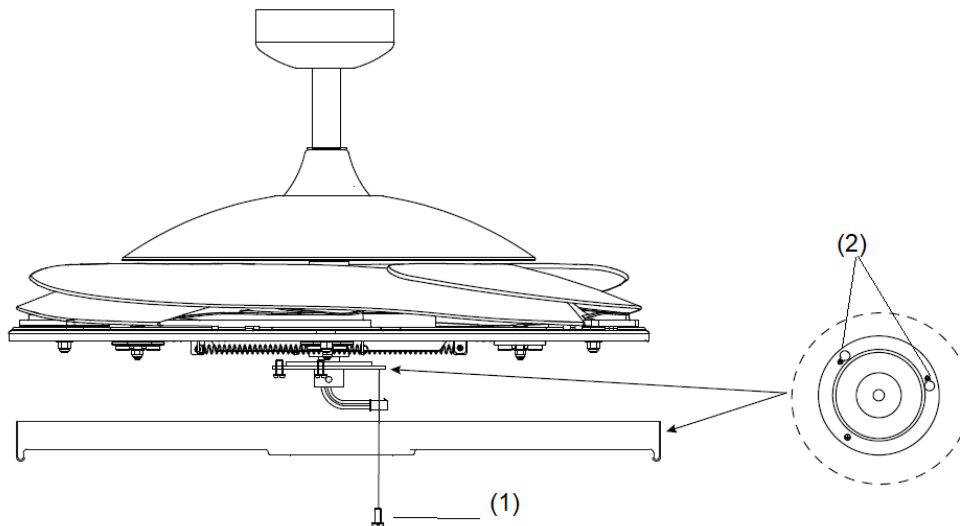

Imagen 6
1. Afloje el tornillo (1) del soporte del ventilador. Alinee los dos tornillos de cabeza ranurada con las ranuras de llave (2) del soporte de la lámpara. (Imagen 6)
2. Gire la lámpara en el sentido antihorario hasta que los tornillos de cabeza ranurada estén correctamente posicionados en los extremos de las ranuras (2).
3. Vuelva a apretar el tornillo (1) al soporte de la pantalla. Apriete los tres tornillos. No apriete en exceso.